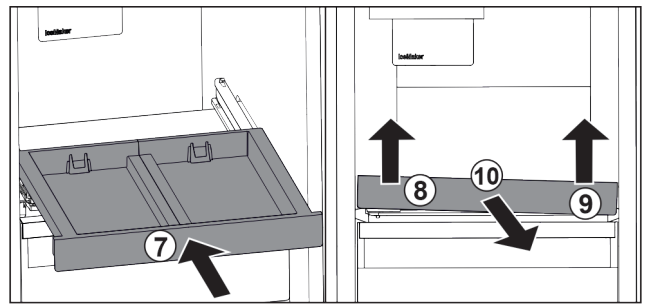

Fig. 106
- ▶ Вставити витяжну панель. Fig. 106 (7)
- ▶ Підняти витяжну панель спереду ліворуч. Fig. 106 (8)
- ▶ Підняти витяжну панель спереду праворуч. Fig. 106 (9)
- ▶ Витяжну панель витягнути вперед. Fig. 106 (10)